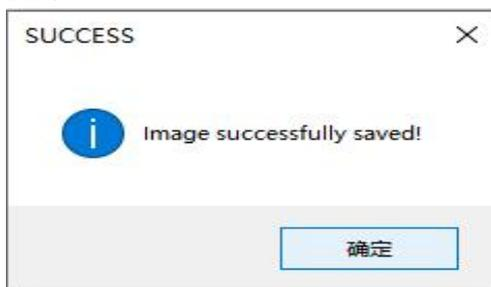

图 3.3.37 常规结束提示信息
(6).等到运行进度为 180/180 后，将会弹出如图 3.3.37 所示的提示信息，点击“确定”即可完成预览任务。